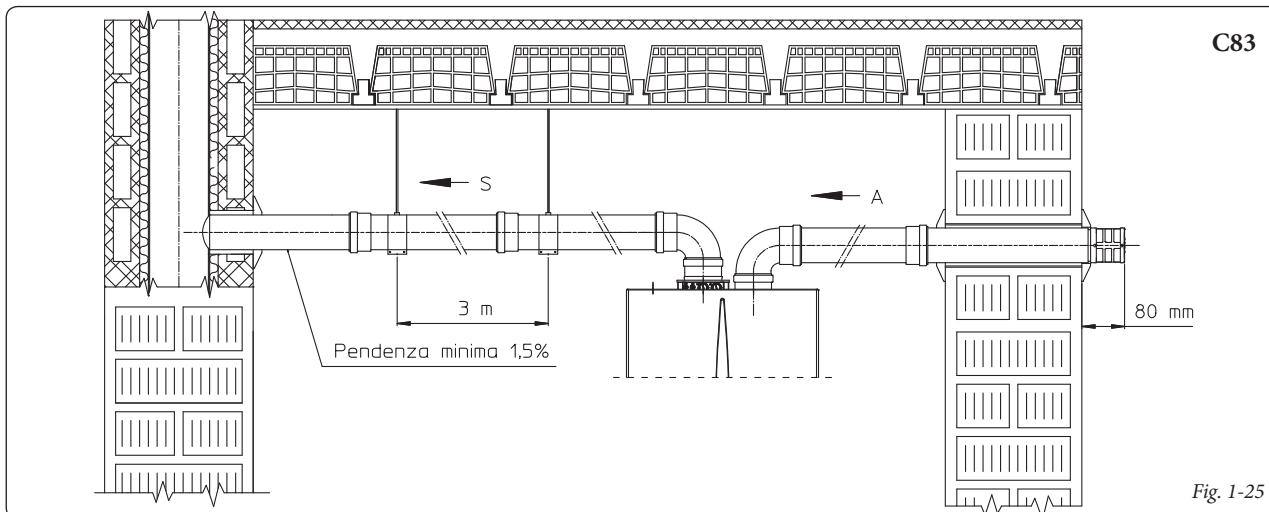

Fig. 1-25
N.B.: per favorire lo smaltimento dell'eventuale condensa che si forma nel condotto di scarico occorre inclinare i tubi in direzione della caldaia con una pendenza minima di 1,5% (Fig. 1-25).